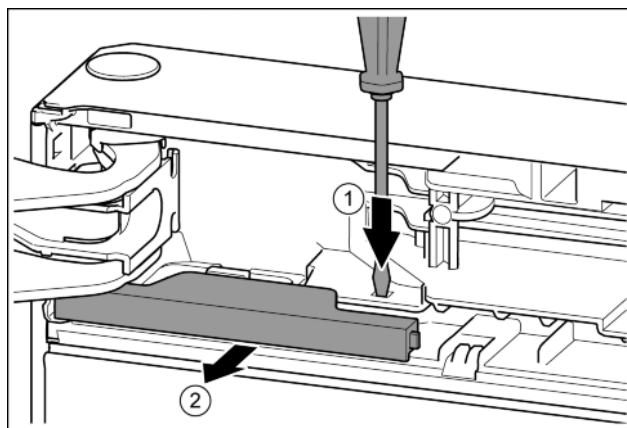

Fig. 11
- Нажать накладку шлицевой отверткой. Fig. 11 (1)
- Вынуть крышку из зацепления. Fig. 11 (2)